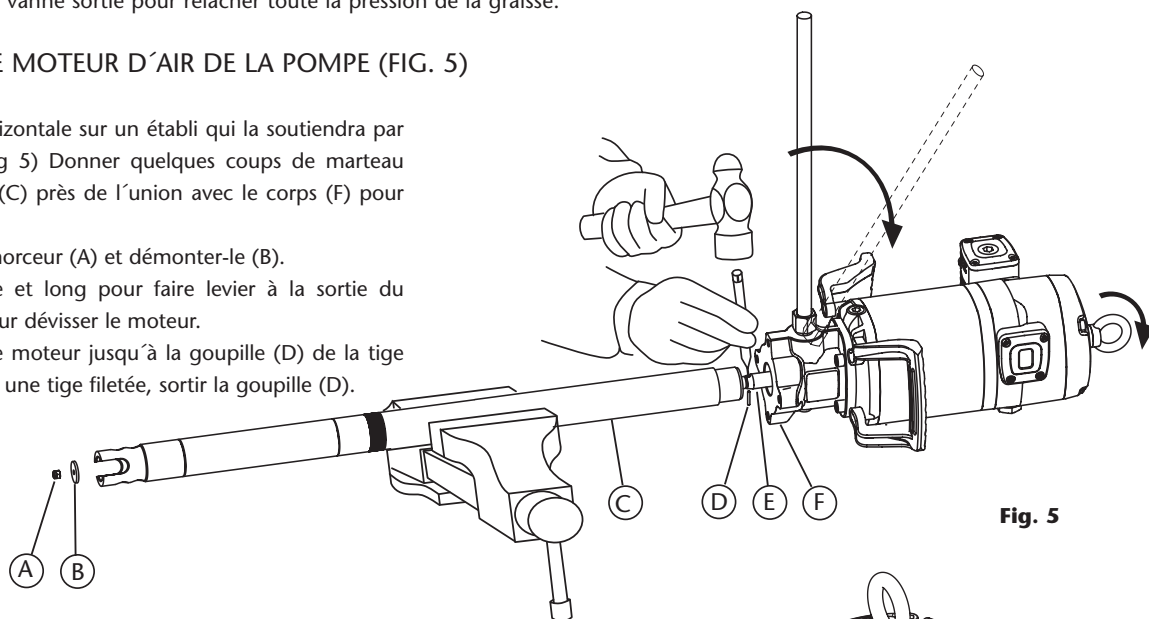

Fig. 5
COMMENT SÉPARER LE MOTEUR D'AIR DE LA POMPE (FIG. 5)
1. Placer la pompe à l'horizontale sur un établi qui la soutiendra par le tube d'aspiration (fig 5) Donner quelques coups de marteau dans le tube supérieur (C) près de l'union avec le corps (F) pour rompre le frein filet.
2. Dévisser l'écrou de l'amorceur (A) et démonter-le (B).
4. Une fois dévissé, tirer le moteur jusqu'à la goupille (D) de la tige (E). Avec un marteau et une tige filetée, sortir la goupille (D). Le moteur est libéré.